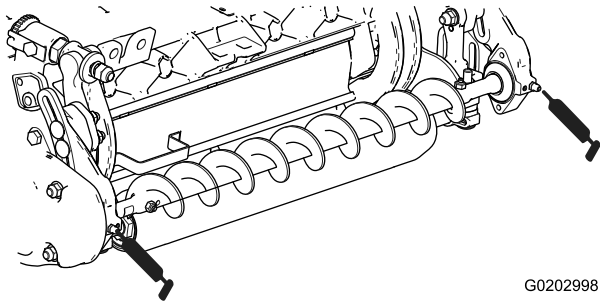

図 17
3. 左右のローラブラシベアリングハウジングのグリス注入部から、No.2リチウム系汎用グリスを注入する図 17。